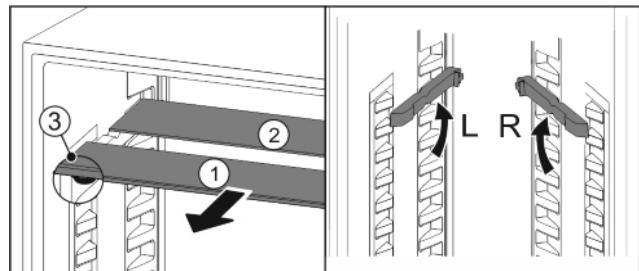

Fig. 17
- Extrageți Fig. 17 (1) pe rând plăcile de sticlă spre înainte.
- Placa de sticlă Fig. 17 (1) cu opritoarele împotriva extragerii se află în față.
- Opritoarele arată în jos Fig. 17 (3).